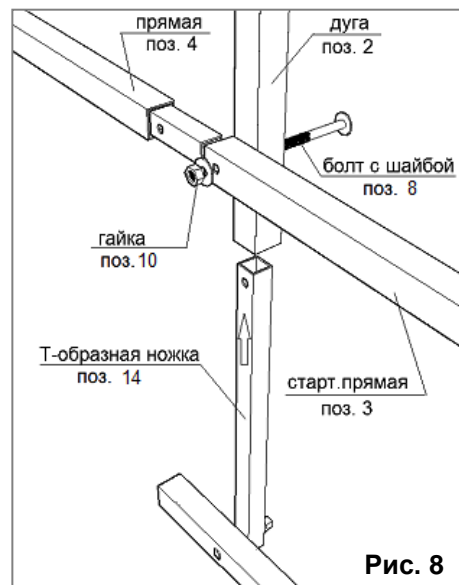

Рис. 8
5.2.5. Прикрутите к собранным деталям дуги, а в нижней части еще и Т-образные ножки согласно отверстиям как показано на рис. 8.